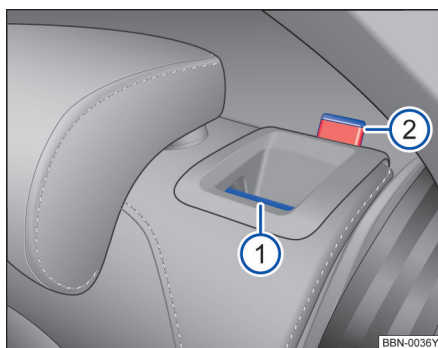

图 61 后排座椅靠背：分离按钮 ①；红色标记 ②
- 向前拉分离按钮 → 图 61 ①，同时前折靠背。
- 松开后排座椅靠背后应能看见按钮上的红色标记 ②。